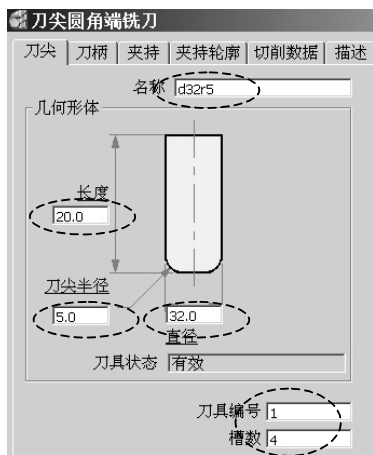

图 12-4 “d32r5”切削刃部分参数
2) 创建粗加工刀具：在 PowerMILL 资源管理器中右击“刀具”树枝，在弹出的快捷菜单条中选择“产生刀具”→“刀尖圆角端铣刀”，打开“刀尖圆角端铣刀”表格，按图 12-4 所示设置刀具切削刃部分的参数。